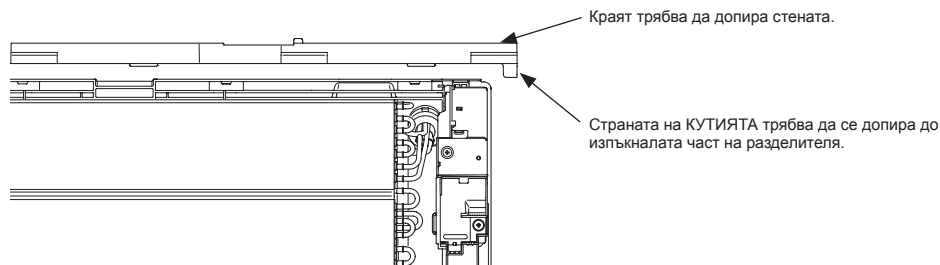

Fig. 4
- 2) Поставете разделителя върху горната повърхност на КУТИЯТА и го фиксирайте временно с лента. (Fig. 4)